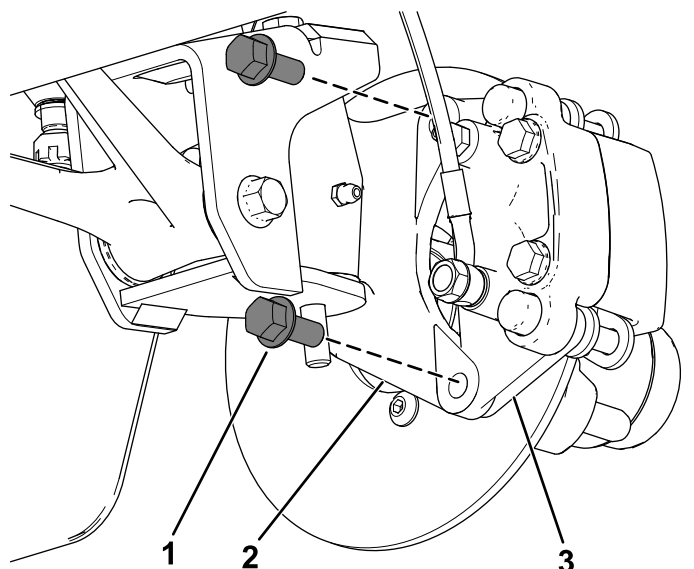
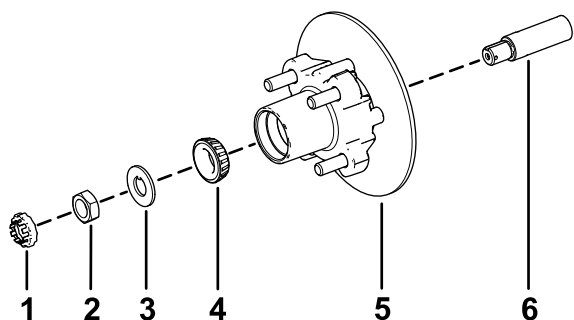

Figura 35
Figura 39
3. Îndepărtați uruburile cu guler ($\frac{3}{8} \times \frac{3}{4}$ ") care fixează suportul pentru ansamblul frânei pe ax i separați frâna de ax (Figura 35).
1. Aplicați pe ax un strat subire de lubrifiant specificat (Figura 39).
2. Montați butucul i rotorul pe ax cu rotorul în interior (Figura 39).
3. Montați rulmentul exterior pe ax i aezai rulmentul pe calea de rulare exterioară (Figura 39).
4. Montați aiba cu limbă pe ax (Figura 39).
5. Înurubați piulia axului pe ax i strângeți-o la un cuplu de 15 Nm, în timp ce rotiți butucul pentru a aeza rulmentul (Figura 39).
2. Aliniați plăcuțele de frână pe fiecare parte a rotorului (Figura 35) i orificiile din suportul etrierului cu orificiile din suportul de frână al cadrului axului (Figura 39).
3. Fixați suportul etrierului la cadrul axului (Figura 35) utilizând cele 2 uruburi cu guler ($\frac{3}{8} \times \frac{3}{4}$ ").